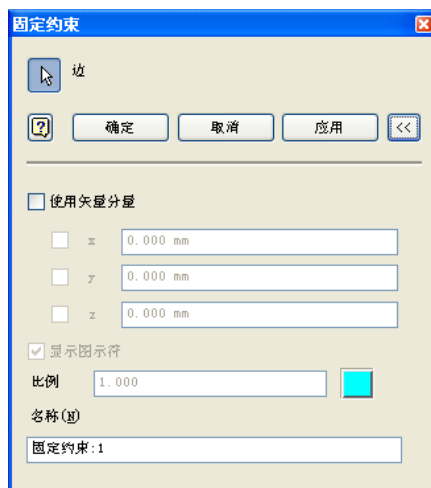

图 14-9 “固定约束”对话框
- (1) 单击【应力分析】标签栏【约束】面板上的【固定约束】工具按钮，打开如图 14-9 所示的“固定约束”对话框。
(2) 单击【位置】按钮以选择要添加固定约束的位置，可以选择一个表面、一条直线或者一个点。
(3) 如果要设置零件在一定范围内运动，则可以选中“使用分量”对话框，然后分别指定零件在 X、Y、Z 轴的运动范围的值，单位为毫米 (mm)。
- (4) 单击【确定】按钮完成固定约束的添加。